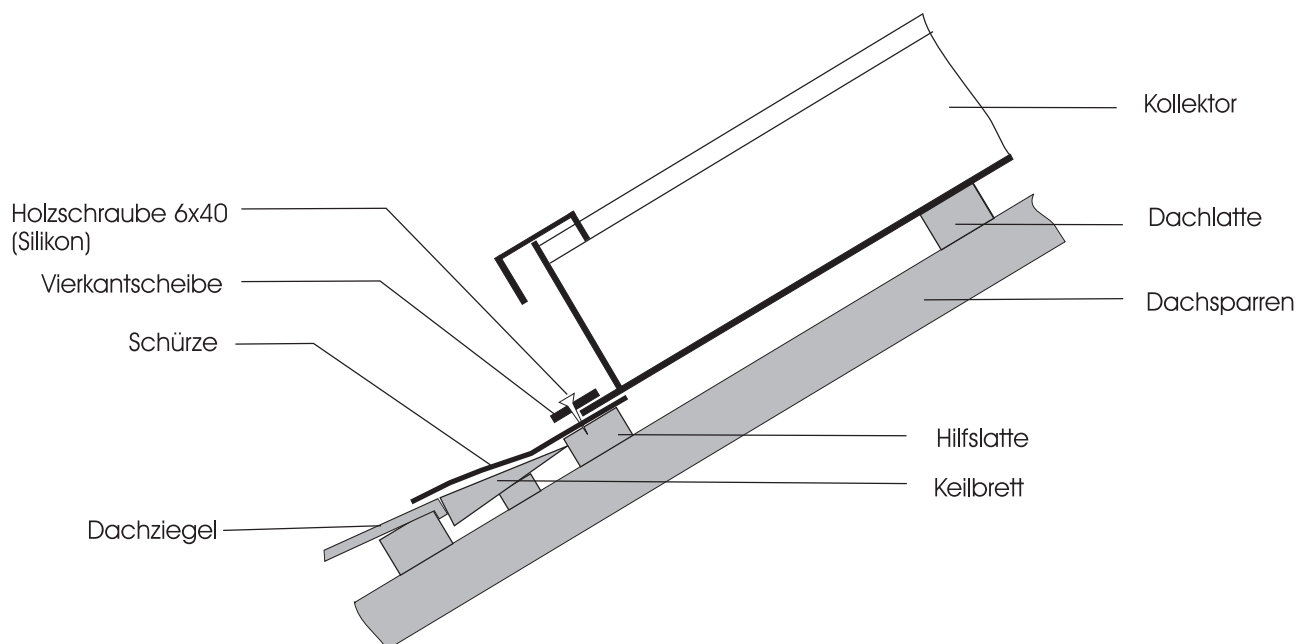

Bild 3: Aufnageln der Schürze
4. Nageln Sie die Schürze auf die Hilfsplatte (siehe Bild 3).